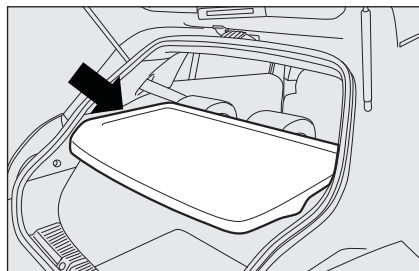
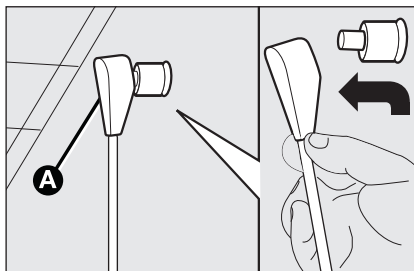

fig. 90
fig. 91
- ☐ enlever la plage arrière (étagère arrière) **fig. 90** en dégageant les extrémités supérieures **A-fig. 91** des deux tirants, en défilant les boucles des pivots et en les poussant dans la direction de la flèche;